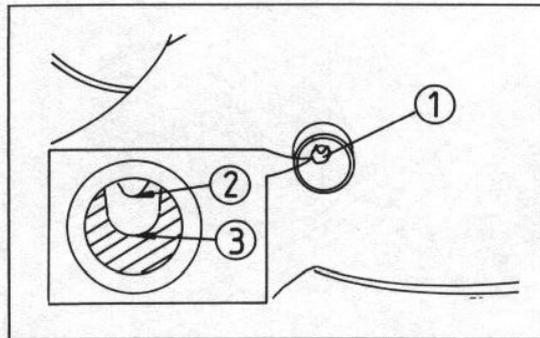

Bild 31
- Nach einigen Minuten Wartezeit am Schauglas den Ölstand feststellen (Bild 31).